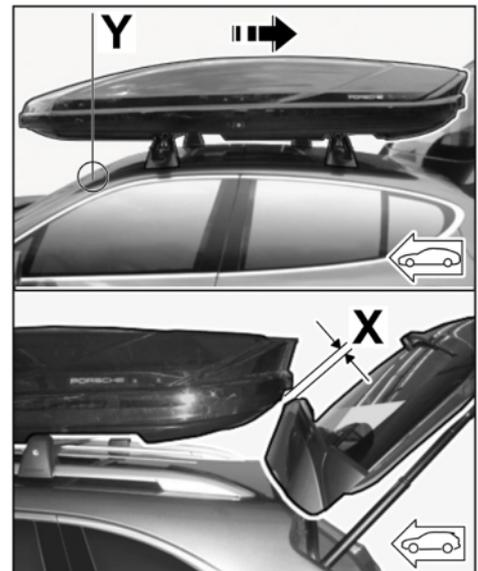

Figura 8
- 4.8.3 Abrir con cuidado el capó o el portón trasero del vehículo y ajustar la distancia "X" hasta el portaequipajes hermético 520 (⇒ *Figura 8*).